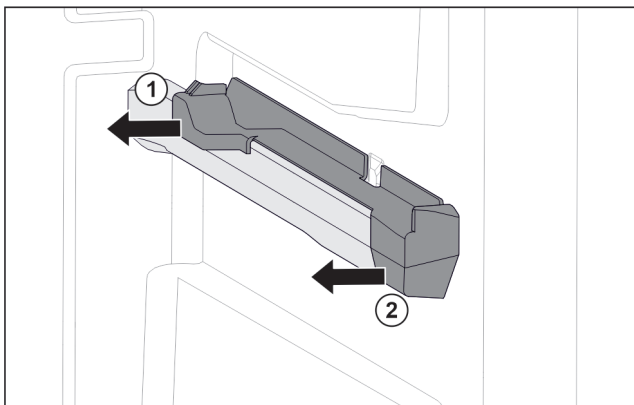

Fig. 148 Nasazovací díl na pravém žebrování na nádoby
- ▶ Stáhněte nasazovací díl vzadu na stranu. Fig. 148 (1)
- ▶ Stáhněte nasazovací díl vpředu na stranu. Fig. 148 (2)